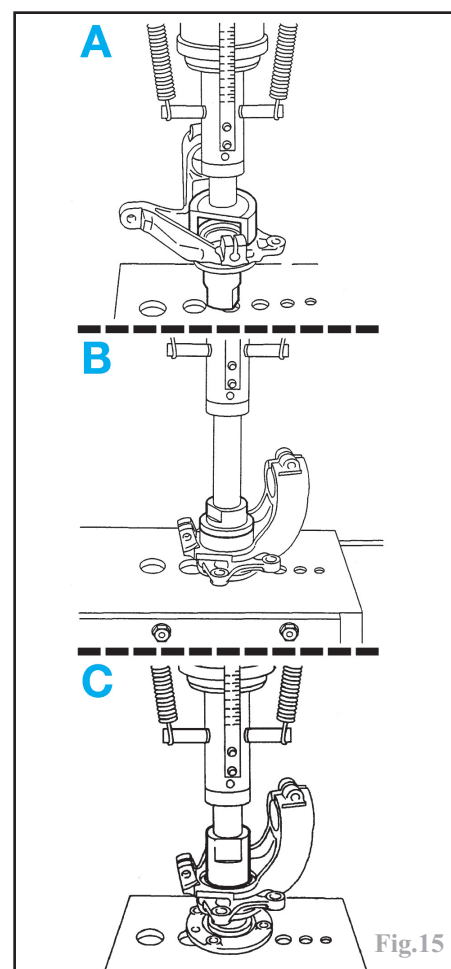

Fig.15
À la presse et à l'aide d'un mandrin de diamètre approprié, extraire le roulement du pivot (A) (Fig.15).